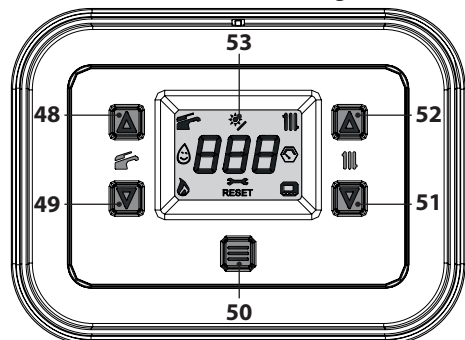
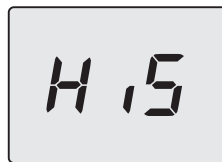

Figura 7.8
Figura 7.9
- Entrare in "modalità programmazione" premendo contemporaneamente per 5 secondi i tasti 49 e 51 (Figura 7.8) fino a far apparire sul display LCD le lettere **HiS** che indicano il menu "Storico delle caldaia" (Figura 7.9).
- Premere il tasto 50 (Figura 7.8) fino a far apparire sul display LCD le lettere **StF** (Start Full) che si alterna con **34** (valore della calibrazione) (Figura 7.11).
- tenere premuti contemporaneamente i tasti 49 e 51 per 5 sec. (Figura 7.8) (ritorno al livello precedente).